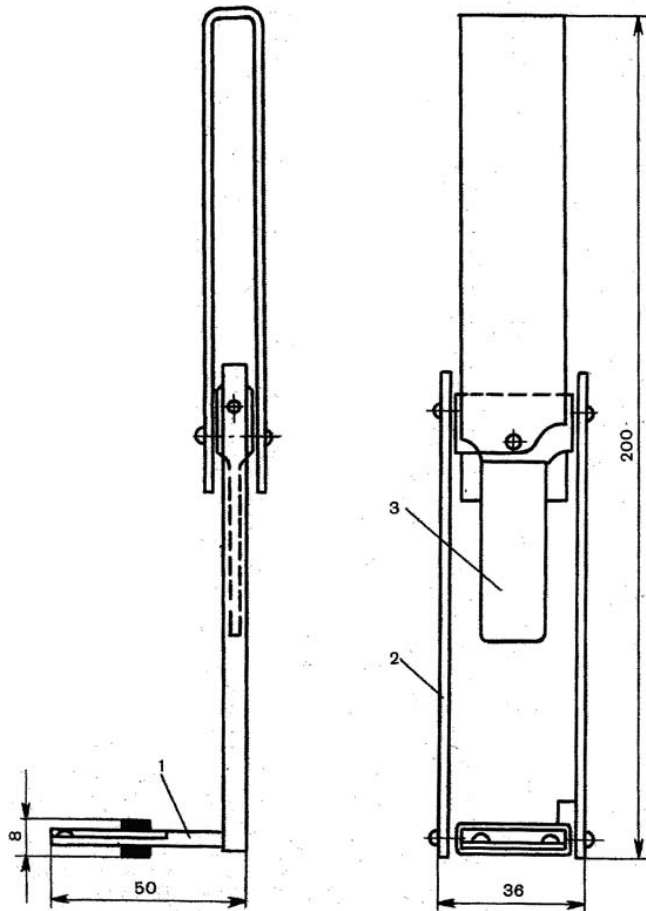

Рис. 5. Приспособление для проверки катущего аппарата сеялки: 1 — линейка; 2 — корпус; 3 — щуп
**Приспособление для проверки катушечного высевающего аппарата сеялки типа СЗ-3,6** (рис. 5) предназначено для контроля и установки длины вылета катушки и зазора между клапа-
ном и ребром муфты. Оно состоит из корпуса 1 (рис. 5), щупа 2 и линейки 3. Корпус представляет собой две скрепленные между собой пластины. Все детали между собой соединены шарнирно и в нерабочем положении складываются. Габаритные размеры 200х36х55 мм. Пределы измерений вылета катушки 0 — 45 мм, зазоров — 2 и 8 мм.